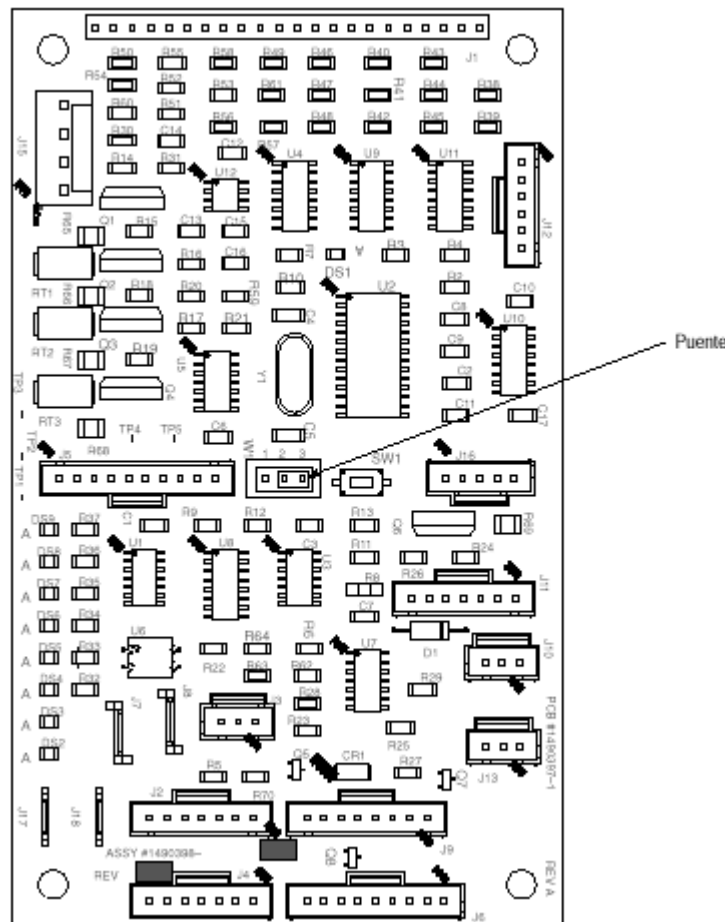

Figura 5
*OBSERVE QUE el conector puente del tablero de control del modulo de pelado debe estar en la Posición 2 – 3 para operar en la Maquina de Terminado Modelo “G”. La posición 1 – 2 esta reservada para la operación con la Maquina de Terminado ELT. Consulte la Figura 5.*